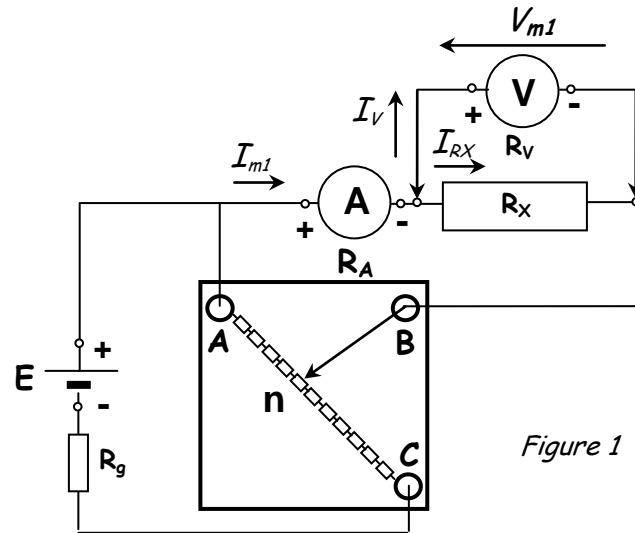

Figure 1
6.1 - Dans la figure 1 (montage "aval" ou courte dérivation) :
En branchant en série l'ampèremètre et la résistance directement sur l'alimentation, la valeur du courant sera telle que la puissance dissipée par la résistance sera supérieure à celle donnée par le constructeur. La résistance va chauffer anormalement. Aussi, pour réduire le courant dans  $R_x$ , on utilisera impérativement le montage potentiométrique (figures 1 et 2, boîte à décade sur la position 5) en respectant scrupuleusement les branchements et les polarités des appareils.
7.3.1 - Réaliser le montage de la *figure 1* et le faire vérifier avant tout branchement au générateur.